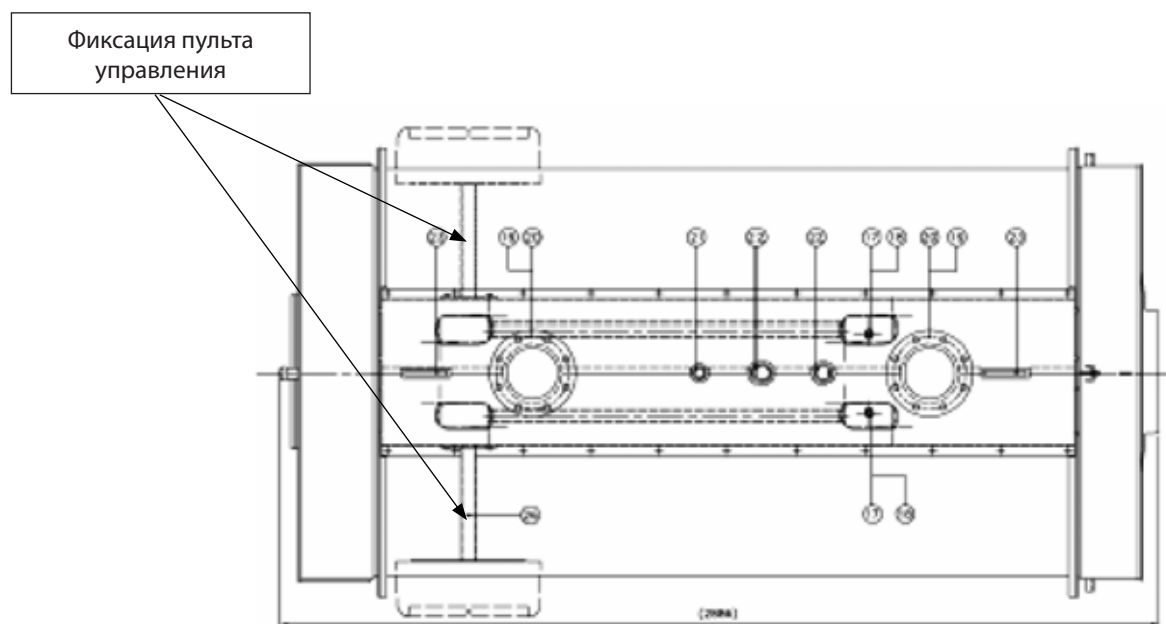

рис. 24
- 4) осуществить электрические подключения пульта управления и закрепить его на корпусе котла используя соответствующие винты (рис. 24 и 25).